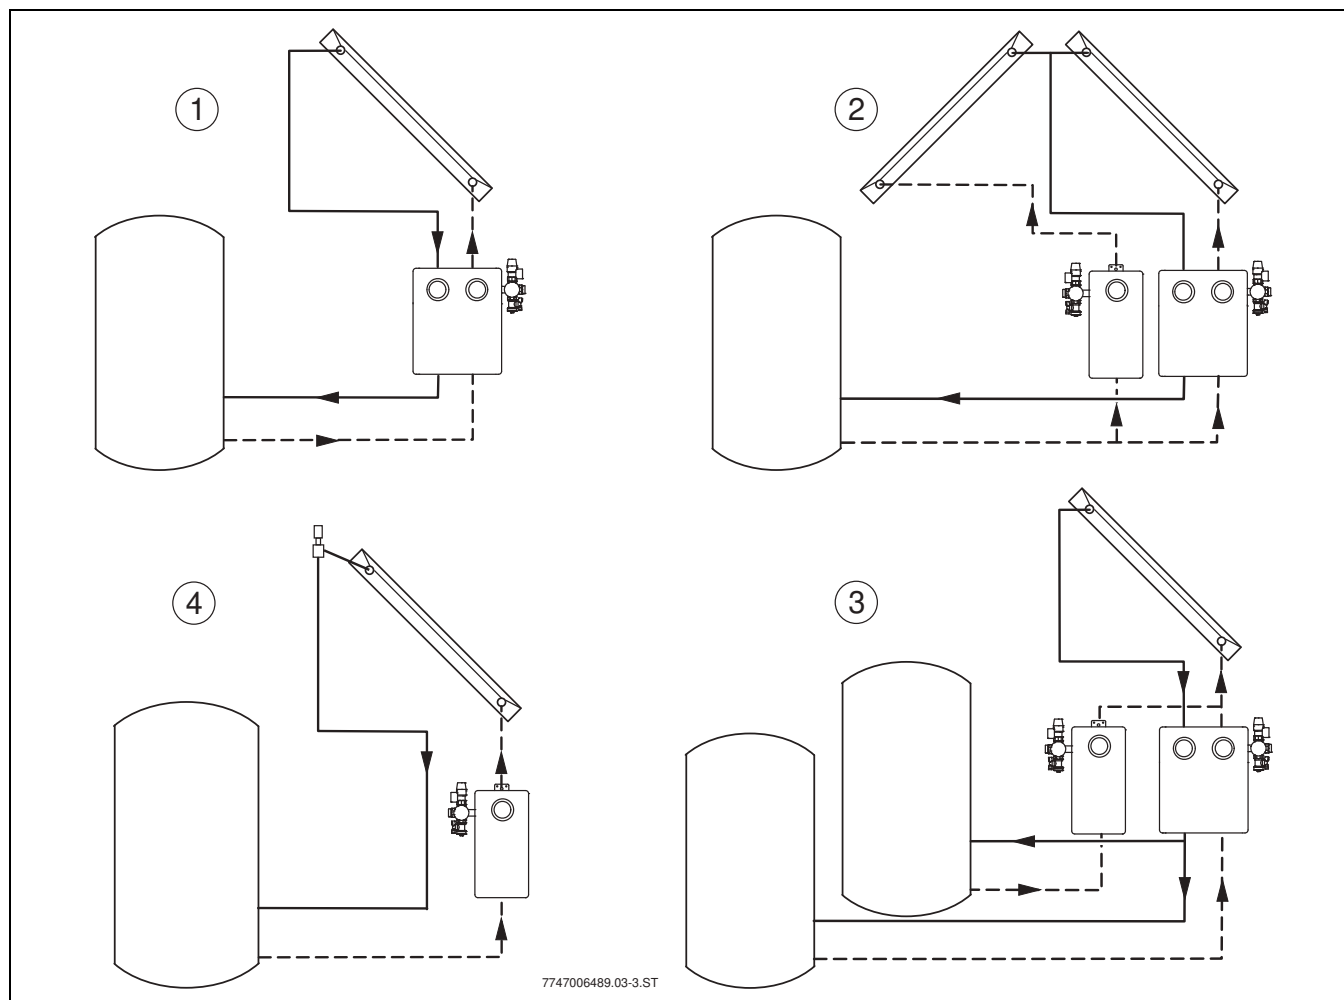

Рис. 3 Различные гидравлические схемы
- ▶ Устанавливайте насосные станции только вертикально (→ рис. 3) и только в помещениях.